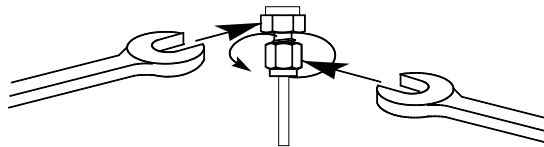

Figure 12 Serrage final
- 8** Pour des raccords Swagelok de 1/8 de pouce, utilisez une paire de clés plates de 7/16 de pouce pour serrer le raccord de 3/4 de tour (Figure 12).
Pour des raccords de 1/4 de pouce, utilisez une paire de clés plates de 9/16 de pouce pour serrer le raccord d'1 tour 1/4 (Figure 12).